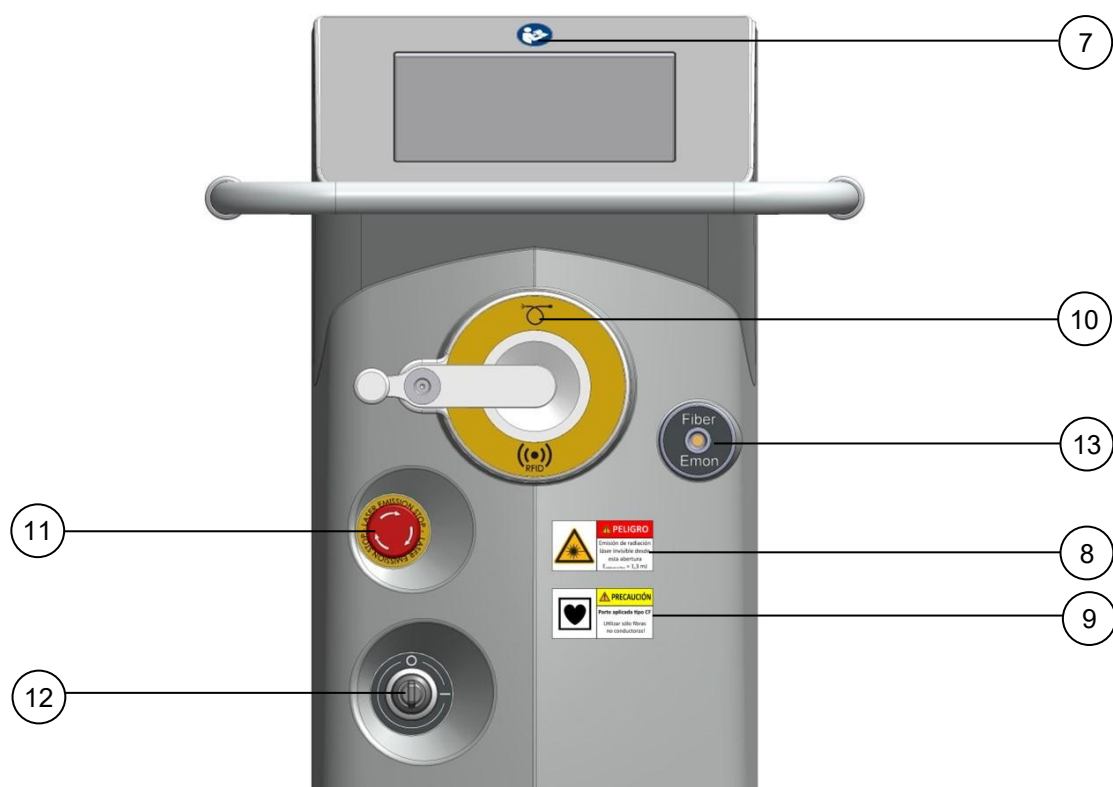

Fig. 2-2: Vista frontal
7.	Siga las instrucciones de uso. La etiqueta se encuentra en la parte frontal la ELIOS laser console, encima del panel táctil (ver Fig. 2-2).
8.	La etiqueta de identificación de advertencia del láser advierte sobre la emisión de radiación láser en esta posición. La etiqueta se encuentra en la parte frontal del láser, cerca de la abertura del haz láser (ver Fig. 2-2).
9.	Pieza aplicada de tipo CF a prueba de desfibrilación. Sólo se permite la conexión de fibras de tipo CF. Sólo pueden usarse catéteres no conductores. La etiqueta se encuentra bajo el conector correspondiente en el panel frontal (ver Fig. 2-2).
10.	Conexión de la fibra. La etiqueta se encuentra encima del conector correspondiente en el panel frontal (ver Fig. 2-2).  Símbolo de identificación de radiofrecuencia  Aplicador de fibra óptica
11.	Identificación del botón de parada de emisión del láser. La etiqueta se encuentra en la parte frontal del láser (ver Fig. 2-2).
12.	Indicación de posición de la cerradura de contacto. O = "Desactivado" I = "Activado" La etiqueta se encuentra en la parte frontal del láser (ver Fig. 2-2).
13.	Monitor de energía de la fibra. La etiqueta se encuentra en la parte frontal del láser (ver Fig. 2-2).